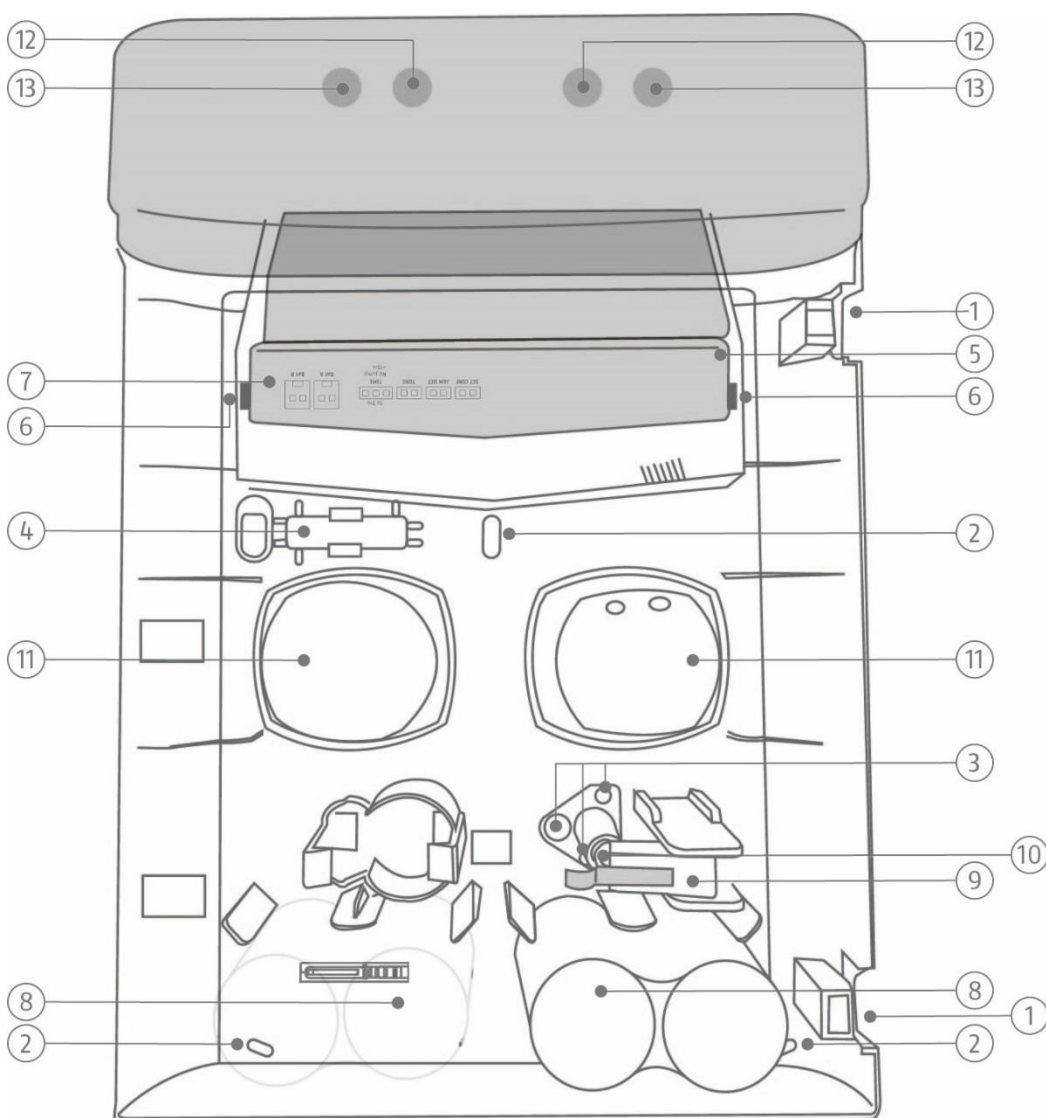

Abbildung 1: Überblick über die Sirene
- Öffnen Sie die zwei Abdeckungen für die zwei Deckel-Halteschrauben (siehe Abb. 1).
- Nehmen Sie die Brücken-/Anschlussabdeckung ab (siehe Abb. 1), indem Sie die beiden Haltetaschen (siehe Abb. 1) nach außen drücken und gleichzeitig die Abdeckung anheben.